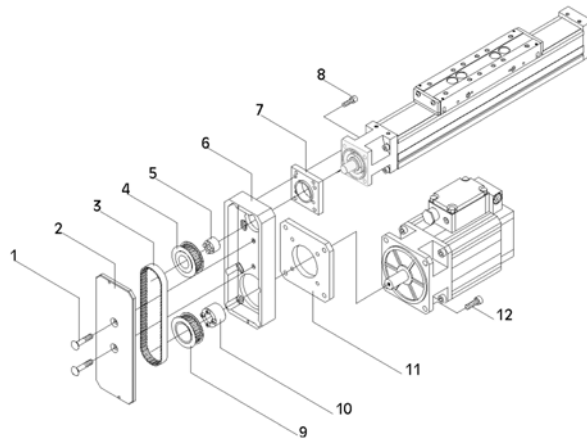
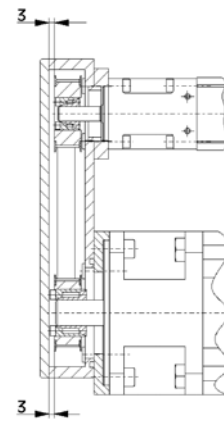

Fig. 8: Azionamento a cinghia RT40
Fig. 9: Azionamento a cinghia RT40
- Fig. 8:** Fissare l'alloggiamento (6) con la lastra intermedia (7) alla sede del cuscinetto del WM40.
- Inserire la puleggia sincrona (4) con il calettatore DKWN di diametro interno 8 mm (5) nell'alberino di azionamento del WM40.
- Fissare il motore di azionamento con la flangia intermedia (11) all'alloggiamento. Non serrare le viti.
- Inserire la puleggia sincrona (9) con il calettatore DKWN di diametro interno 14 mm (10) nell'albero motore.
- Montare la cinghia dentata (3) su entrambe le pulegge sincrone e allineare le pulegge. Fissare ora le pulegge sincrone con i calettatori DKWN sull'alberino di azionamento e sull'albero motore. (Per la coppia di serraggio delle viti del calettatore DKWN vedi tabella al Capitolo 10 "Dati tecnici"). Distanza tra spigolo superiore dell'alloggiamento e puleggia sincrona 3 mm (vedi Fig. 9).
- Fig. 8:** Tensionare la cinghia dentata spostando il motore con la flangia intermedia (11).
- Avvitare il coperchio (2) sull'alloggiamento.